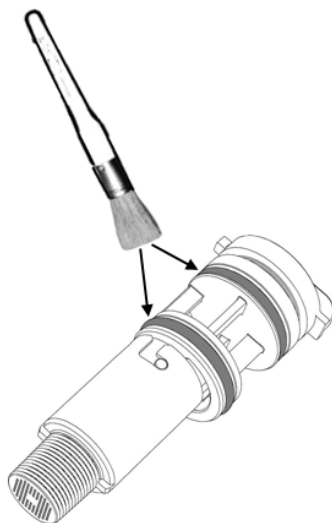
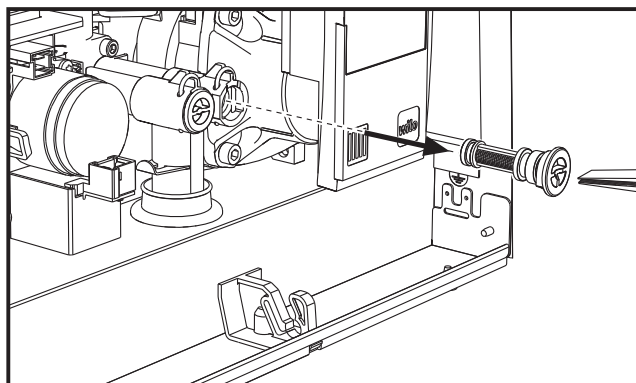

fig. 44
fig. 45
- È così possibile pulire il flussometro (vedi fig. 44 e fig. 45) oppure sostituirne i componenti.